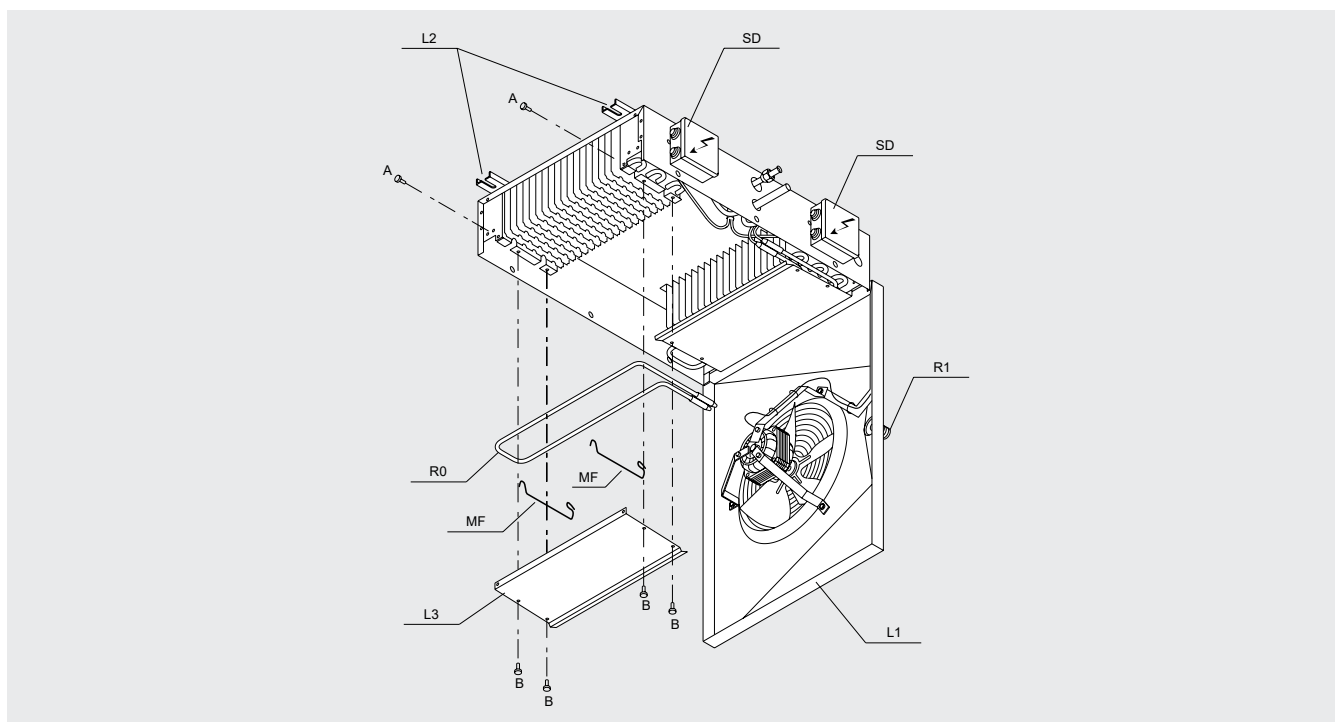

Abbildung 4
- 8.3 Die Lüfterblech L1 wie in "Abbildung 4" gezeigt positionieren.